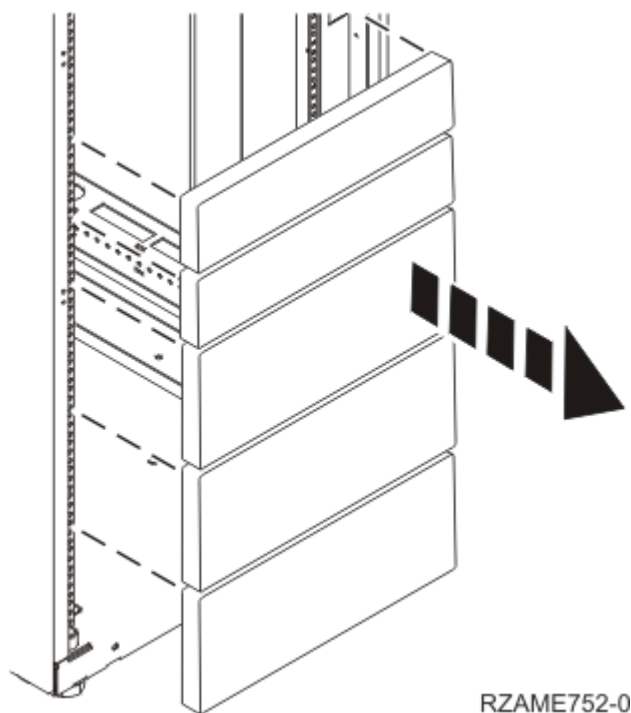

Figura 1. Înlăturarea panourilor de umplură
3. Dacă este necesar, înlăturați panourile de umplutură pentru a permite accesul la interiorul incintei dulapului unde intenționați să amplasați unitatea. Pentru detalii, consultați Figura 1 la pagina 3.